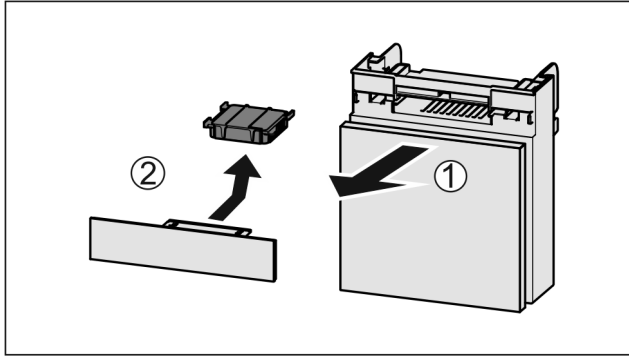

Fig. 141
- ▶ Fach nach vorne herausziehen Fig. 141 (1).
- ▶ Aktivkohlefilter entnehmen Fig. 141 (2).